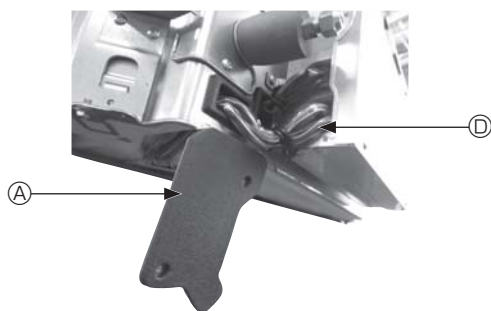

Fig. 4-4
- ① Fjern de to skruene som fester ledningsdekslet på hovedenheten, og åpne dekslet.
- ② Legg ledningene for i-See-sensoren og signalmottakeren gjennom ledningsinnløpene i den elektriske komponentboksen, som vist i diagrammet, og rundt gjennomføringerne på siden av hovedenheten. (Fig. 4-4)